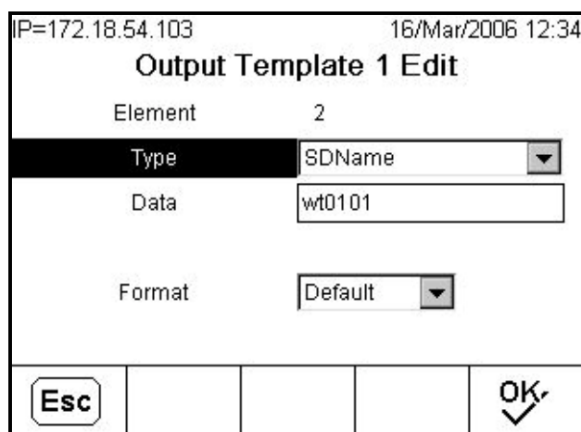

Figura 3-113: Schermata di modifica del modello di output
2. Premere il softkey MODIFICA  per aprire la schermata di modifica per i record selezionati. Si aprirà una schermata come quella mostrata nella Figura 3-113. Si tenga presente che il numero dell'elemento non può essere modificato. Selezionare il tipo di elemento dalla casella di selezione. Sono disponibili 4 tipi di elementi: